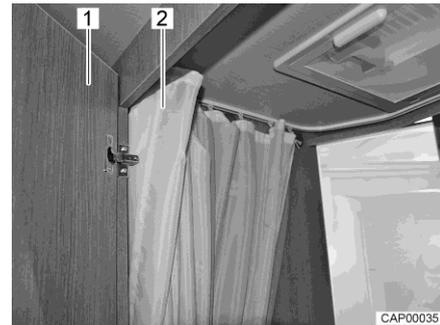

Bild 97 Toilettenraum mit Dusche
- Zum Duschen die Tür (Bild 97,1) schließen und den Duschvorhang (Bild 97,2) komplett zuziehen, so dass alle Wände geschützt sind.